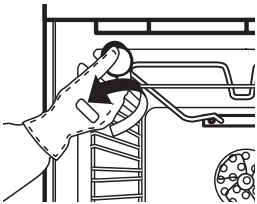

图5
2. 松开灯泡外罩(图5)，更换灯泡(注意灯泡类型)，然后重新装上灯泡外罩。